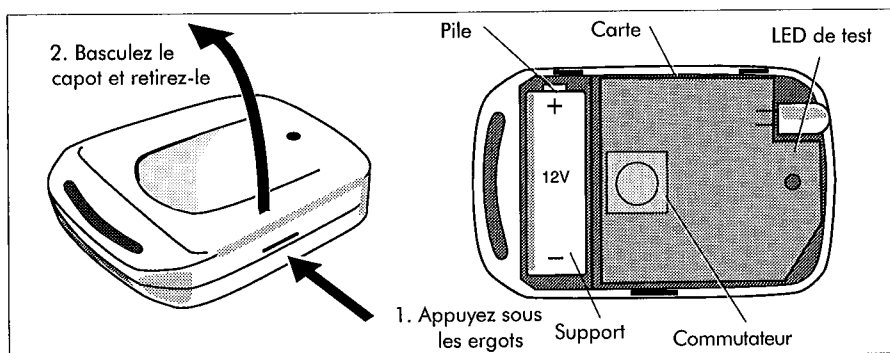

Figure 4-5 Clé de sécurité — remplacement de la pile
- 1 Voir figure 4-5. Appuyez juste sous les ergots du capot et retirez-le. La partie droite de la figure montre l'intérieur de la clé.